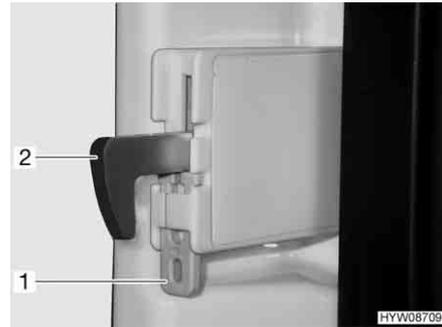

Fig. 150 Fijación del gancho de bloqueo
**Fijar el gancho de bloqueo:** ■ Presionar la fijación (Fig. 150,1) hacia arriba. El gancho de bloqueo (Fig. 150,2) se presiona hacia arriba y ya no estará funcionando.
**Soltar el gancho de bloqueo:** ■ Presionar el gancho de bloqueo (Fig. 150,2) hacia abajo. El gancho de bloqueo volverá a funcionar.